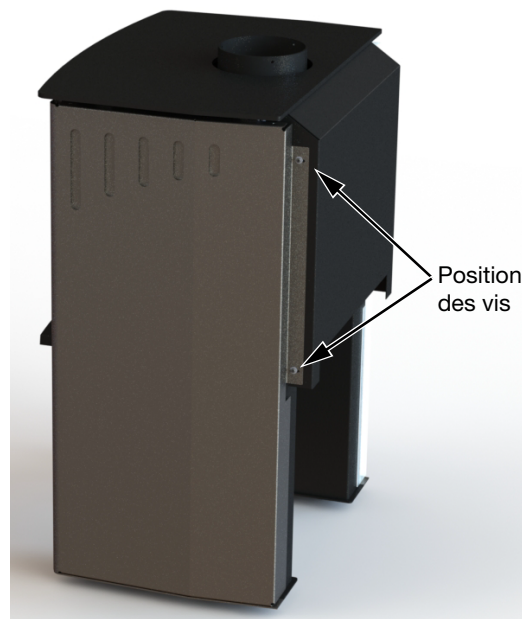

Figure 3: NEO 1.6 LE Panneau - Vis arrières.
Fixer le panneau à l'appareil à l'aide des vis fournies. Insérer les rondelles de fibre entre le panneau et la tête des boulons pour éviter des éclats dans l'émail (Figure 3).
1. Placer le poêle et la protection du plancher en s'assurant que les dégagements sont conformes à l'étiquette signalétique et tels qu'indiqués à la Figure 3.